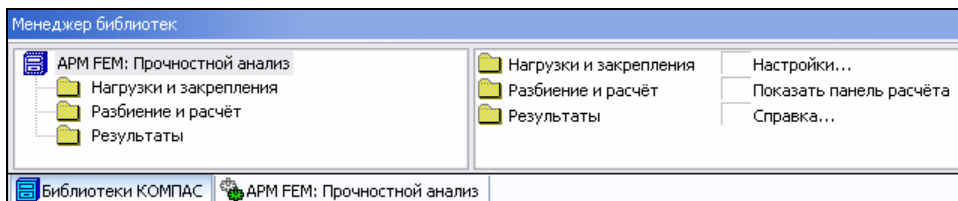
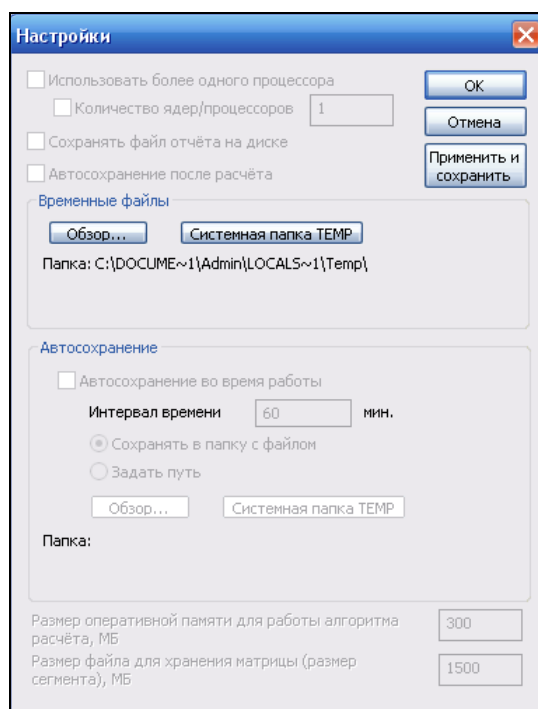

Рис. 10.10. Вкладка **APM FEM: Прочностной анализ**
Рис. 10.13. Диалоговое окно **Настройки**
- ◆ поставьте флажок в окне перед названием **APM FEM: Прочностной анализ**. Откроется вкладка **APM FEM: Прочностной анализ** (рис. 10.10) с основными расчетными стадиями в виде папок: **Нагрузки и закрепления**, **Разбиение и расчёт** и **Результаты**. При щелчке ЛК мышью по папке в правой части открывается группа команд для выполнения расчетов;
Компактную панель инструментов **APM FEM: Прочностной анализ** можно установить только после щелчка ЛК мыши по пункту **Показать панель расчета** на вкладке **APM FEM: Прочностной анализ** (см. рис. 10.10).
Настройка библиотеки **APM FEM: Прочностной анализ** проводится в диалоговом окне **Настройки** (рис. 10.13), которое открывается двойным щелчком по папке **Настройки** на вкладке **APM FEM: Прочностной анализ** (см. рис. 10.10).